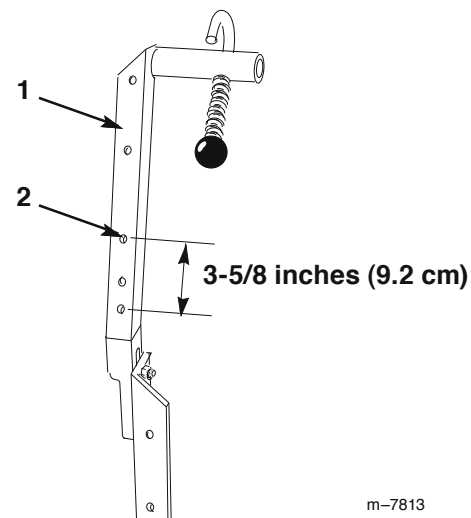

図6
- 標準ブームを取り付けた散布車の場合は、右側ブーム・ホルダーについている1番下の穴の中心から上に 9.2 cm の位置に、直径 8.4 mm の穴を開ける (図6)。